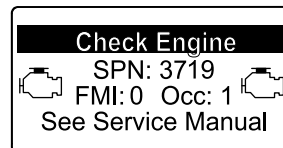

Figura 49
- Se è necessaria una rigenerazione di recupero, viene visualizzata un'avvertenza motore nell'InfoCenter SPN 3719, FMI 16 (Figura 49) e il computer riduce la potenza del motore all'85%.